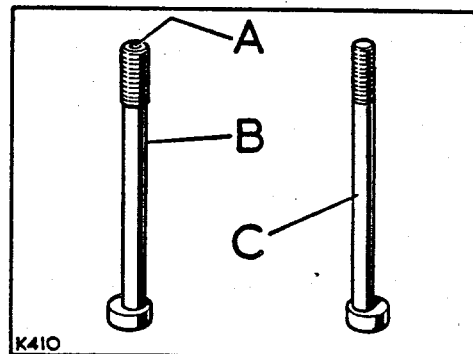

Abb. A1-123. Unterscheidungsmerkmale der Pleuelschrauben
3. Lagerdeckel aufsetzen und mit neuen Muttern befestigen. Die Pleuelmuttern sind mit 4,9 mkg festzuziehen, sofern diese ein geschnittenes Gewinde aufweisen. Die Schrauben mit gewaltem Gewinde sind mit 3,5 mkg anzuziehen. Siehe Abb. A1-123 für die Unterscheidungsmerkmale.